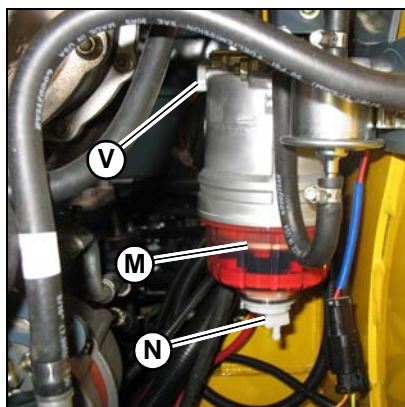

Figura 98 – Separador de água
3. Inspeção o separador de água (Figura 98) em relação à presença de água:
- Se o anel indicador (M) estiver no fundo do copo, não é necessária qualquer ação.
- Se o anel indicador (M) estiver a flutuar acima do fundo do copo, há água acumulada, que precisa de ser drenada.
5. Vire a alavanca da válvula de combustível (V) no separador de água para a posição DESLIGADO.
6. Desaperte o bujão de drenagem (N) no fundo do separador de água. Deixe a água drenar até o anel assentar no fundo do copo.
7. Aperte o bujão de drenagem (N) e elimine o combustível/água de acordo com as legislações ambiental.
3. Vire a alavanca da válvula de combustível (V, Figura 98) no separador de água para a posição DESLIGADO.